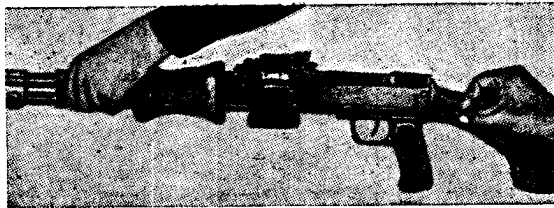

Рис. 92. Присъединяване на шомпола към картечницата
8. Присъединяване на шомпола към картечницата: прокарва се шомполът над носача на кутията през отвърстието в лявата стена на полужката, поставя се неговият преден край в отвърстието на прилива на муфата на газовата тръба, а главата — в гнездото на спусковата рама (рис. 92).